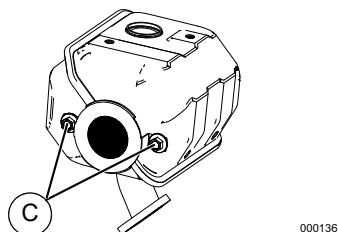

Figure 4-11. Vis du pare-étincelles
2. Voir **Figure 4-11**. Desserrer les vis (C) et démonter le pare-étincelles du silencieux.